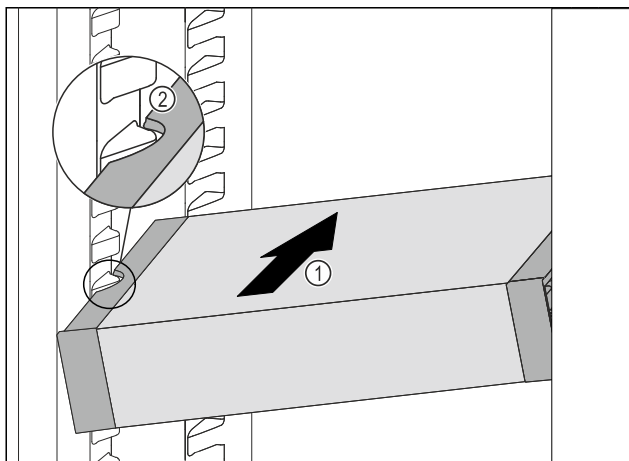

Fig. 104
- Inserire VarioSafe ad angolo nel vano frigorifero Fig. 104 (1), fino a quando le cavità laterali Fig. 104 (2) di VarioSafe non si trovano al livello della nervatura del contenitore nel vano frigorifero.